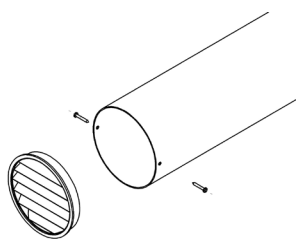

Рис. 6
- Установите решетку в пластиковую трубу и зафиксируйте её с помощью двух саморезов (Рис. 6)